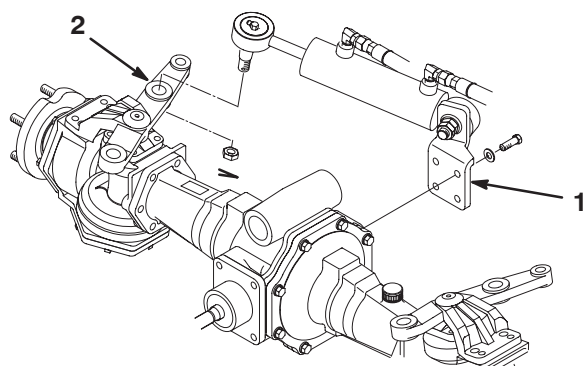

Bild 2
2. Befestigen Sie die Zylinderstützhalterung mit 4 Schrauben (M10 x 30) und Scheiben hinten an der Achse (Bild 2). Tragen Sie Loctite 242 oder ein Äquivalent auf und ziehen Sie die Schrauben auf 46–56 Nm an.
4. Befestigen Sie das Kugelgelenk mit der Mutter (Bild 2) am Lenkarm und ziehen Sie es mit 94–122 Nm an. Setzen Sie den Splint ein.